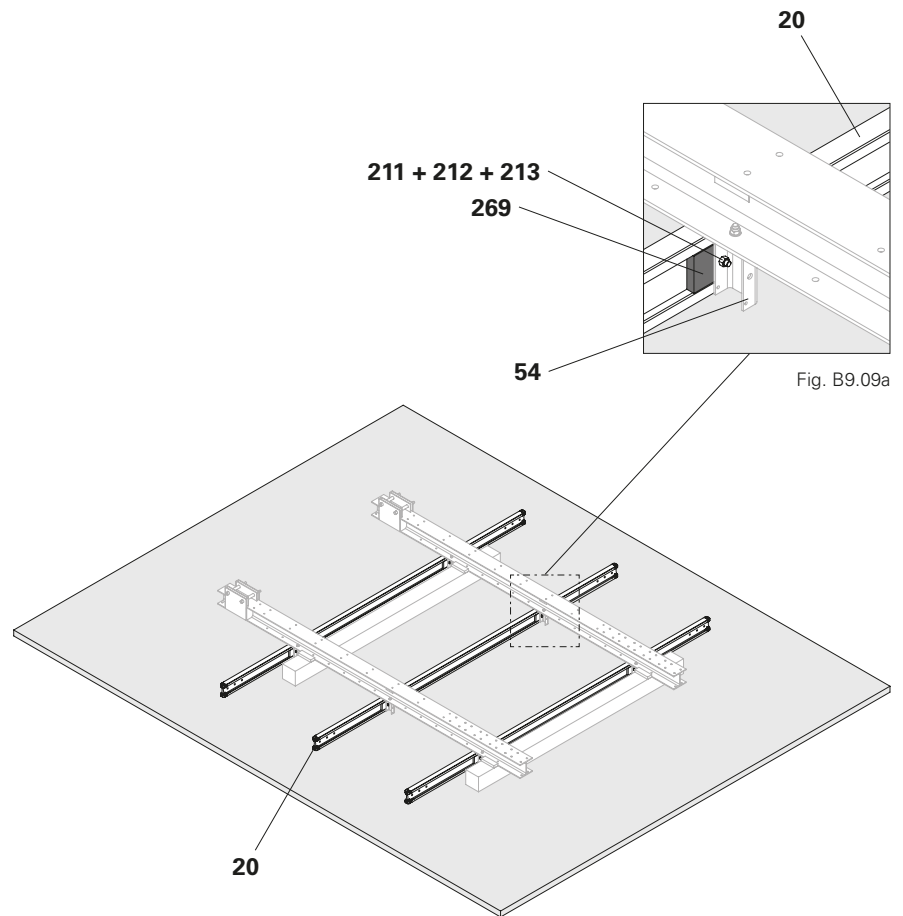

Fig. B9.09
4. Screw the Girder VT 20 (**20**) onto the Ladder Cage Connection VT 20 ACS (**54**) using Bolt ISO 4014 M16 x 90-8.8 (**211**), Washer ISO 7094 100 HV A 16 (**212**) and Nut ISO 4032 M16-8 (**213**). (Fig. B9.09 + B9.09a)